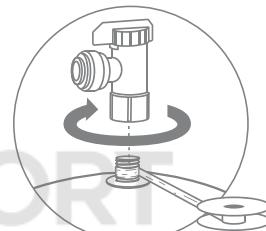

Рис. 14
4. Уплотните фум-лентой резьбовой штуцер накопительного бака, плотно накрутите вентиль i (в 1) на резьбовой штуцер (рис. 14). данный вентиль с цанговым подключением трубки.